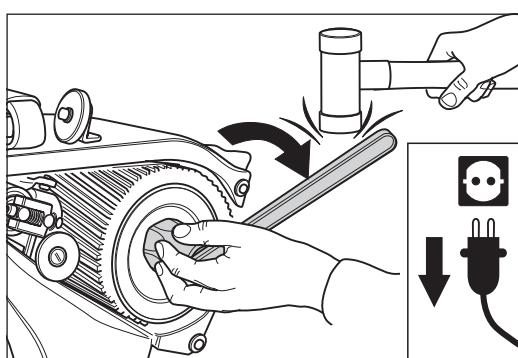

Abb. 48 Lösen der Walzenmutter (**Linksgewinde!**), gegebenenfalls mit einem gedämpften Schlag.
- 5 Öffnen Sie mit dem Walzenschlüssel (siehe Werkzeugtasche) die Walzenmutter. Beachten Sie, dass die Walzenmutter ein **Linksgewinde** besitzt (Abb. 48)! Nehmen Sie gegebenenfalls einen Schonhammer zur Hilfe. **Benutzen Sie niemals einen Stahlhammer!**